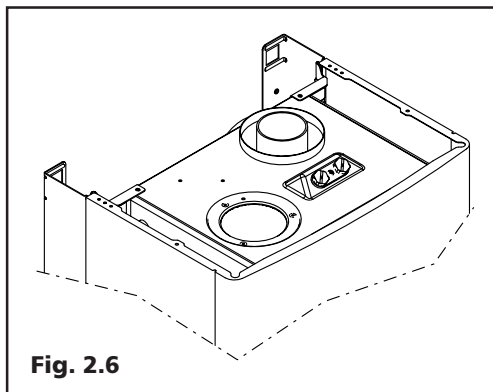

Fig. 2.6
2.5 Scatola aria (solo C.S.I) (Fig. 2.6)